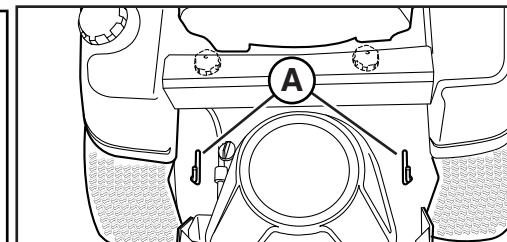

Figure 2
- Débrayer les leviers de débrayage de transmission (A, Figure 2) en les tirant vers l'arrière et l'extérieur vers le côté de la machine (C).
- Engage the Transmission Release Levers (B, Figure 2).